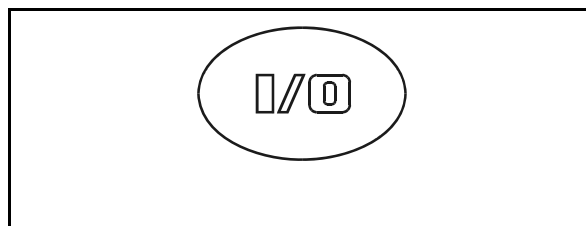

Fig. 6
ON (I) / OFF (O) (Fig. 6). A través de esta tecla Ud. conecta y desconecta el **AMATRON⁺**.